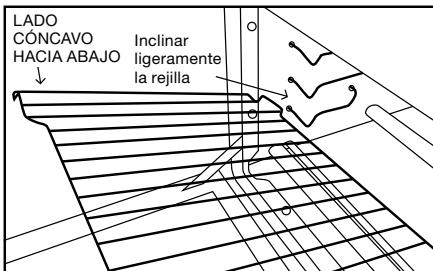

Fig. 1
1. Sostenga la rejilla ligeramente en ángulo e intodúzcala entre los soportes (Fig. 1), el lado cóncavo apuntando hacia abajo.